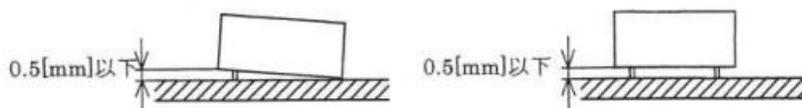

図8 部品の傾き
- ②ボックスピンヘッダ、タクトスイッチ、トグルスイッチは、止まりがあるものは止まりまで差し込み、止まりがないものは密着して取り付けること。なお、浮き上がり限界は、図8に示すとおりとする。